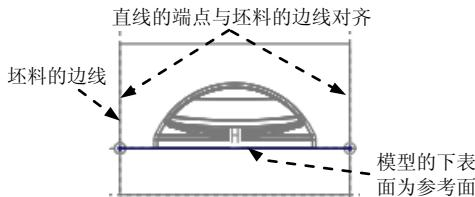
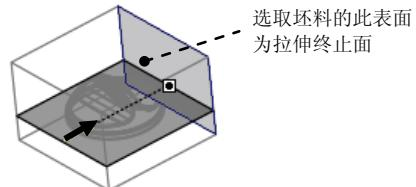

图 11.21 截面草图
图 11.22 选取拉伸终止面
(4) 绘制截面草图。选取图 11.21 所示的坯料的边线和模型的下表面为草绘参考；绘制如该图所示的截面草图（截面草图为一条线段）；完成特征截面的绘制后，单击“草绘”操控板中的“确定”按钮。
(5) 设置深度选项。
① 在操控板中选取深度类型 \pm (到选定的)。
② 将模型调整到图 11.22 所示的视图方位，选取图中所示的坯料表面（阴影面）为拉伸终止面。